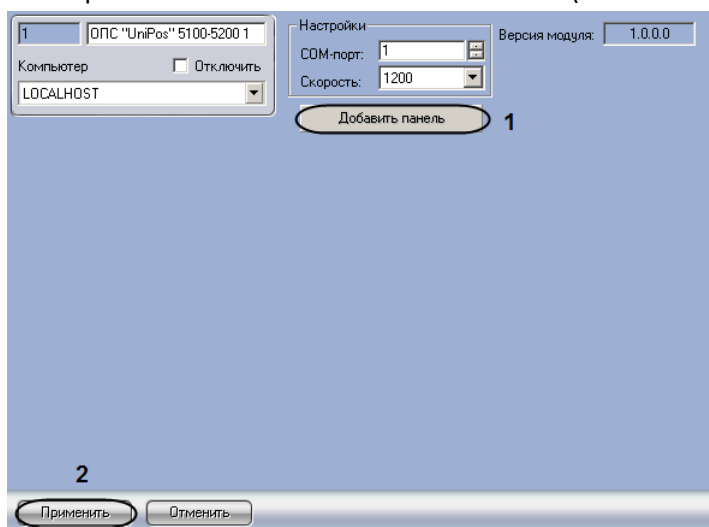

Рис. 3.3—1 Добавление панели
1. Перейти на панель настроек объекта **ОПС «UniPos» 5100-5200** (Рис. 3.3—1).
2. Нажать кнопку **Добавить панель** (см. Рис. 3.3—1, 1).